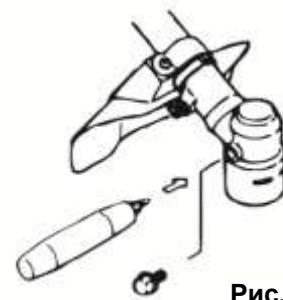

Рис. 7
- Выключите двигатель триммера, открутите болт в боковой части редуктора, залейте небольшое количество (20-30 мл) смазки в редуктор (См. Рис.7).